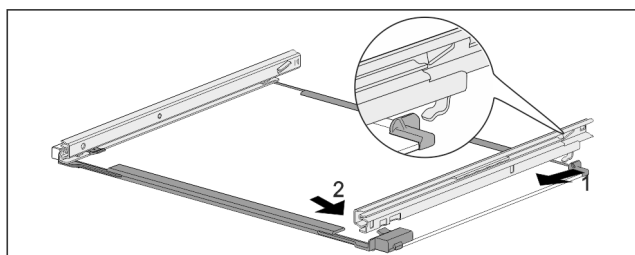

Fig. 195 带轨道的玻璃隔板
- 轨道后部钩入。 Fig. 195 (1)
- 轨道前部卡紧。 Fig. 195 (2)